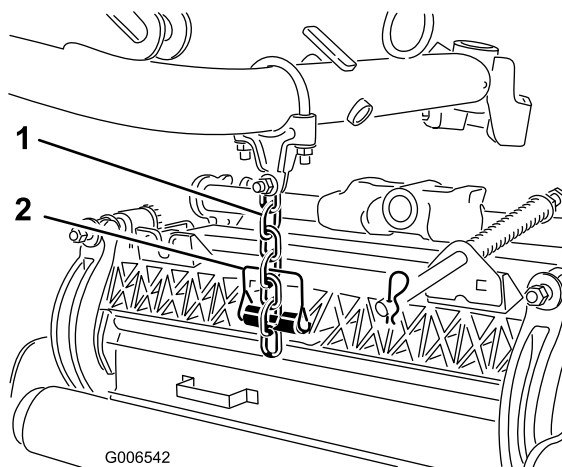

図 18
7. スナップピンを使って、昇降アームのチェーンをカッティングユニットのチェーンブラケット (図 18) に、以下の手順で固定する。